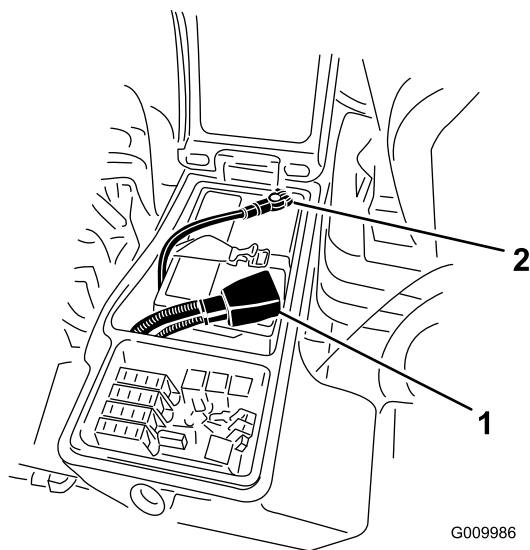

図 67
6. 赤いケーブルをバッテリーの端子に、黒いケーブルはバッテリーの端子に固定する 図 67